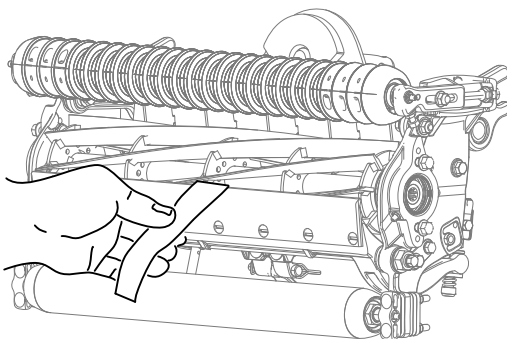

Bild 20
2. Testen Sie die Mähleistung, indem Sie einen langen Streifen des Schnittleistungspapiers (Toro Bestellnummer 125-5610) senkrecht zum Untermesser zwischen die Spindel und das Untermesser legen (Bild 20). Drehen Sie die Spindel langsam vorwärts; das Papier sollte geschnitten werden.